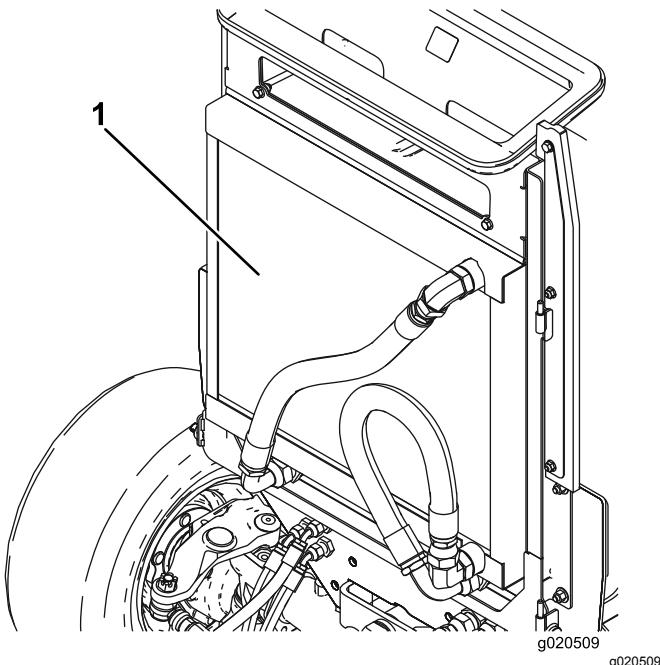

Figura 77
4. Pulite accuratamente entrambi i lati dell'area del radiatore/refrigeratore dell'olio (Figura 77) utilizzando aria compressa. Iniziate dal lato anteriore ed eliminate i detriti spingendoli verso la parte posteriore. Successivamente eseguite la pulizia partendo dalla parte posteriore e soffiando l'aria verso la parte anteriore. Ripetete la procedura più volte fino a rimuovere completamente sporcizia e detriti.